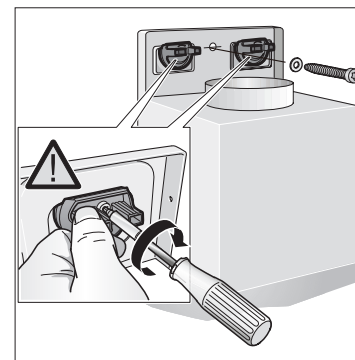

Рис. 6
элементов. При этом надежно удерживайте регулирующие элементы на месте. (Рис. 6)
10. Закрутите центральный винт на кронштейне. (Рис. 6)